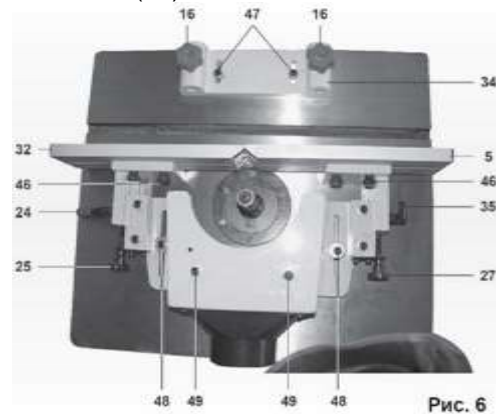

Рис. 6
8.3.3. На корпусе узла направляющих планок (50) установите и закрепите двумя винтами (49) подиум (21). На подиуме (21) установите и четырьмя винтами закрепите стойку (28), Рис. 6,7.
8.3.5. Прижимы (26) установите и винтами фиксации (16) закрепите в корпусе прижимов (34). Положение корпуса прижимов (34) закрепите винтами фиксации (47), Рис.6,7.
8.4.2. Выкрутите транспортировочные винты (48), на их место через шайбы установите винты фиксации (6 и 22) блока направляющей передней планки (50), Рис.6, 7.
9.1.2. Поверните ручки фиксации (24, 34) против часовой стрелки. Винтами (25, 27) установите переднюю и заднюю направляющие планки (5 и 32) в одной плоскости по касательной к окружности резания фрезы, Рис.6.
9.1.3. При сквозном (плоском и профильном) фрезеровании задняя направляющая планка (5) остаётся, как указано в п.9.1.2, а переднюю направляющую планку (32) установите параллельно задней направляющей планке (5), но со смещением к касательной окружности резания на величину состругиваемого слоя. Ручками фиксации (25 и 27) закрепите положение направляющих планок (5 и 32), Рис.6.
9.1.7. В зависимости от диаметра применяемой фрезы направляющие планки (5 и 32) необходимо сдвигать или раздвигать, положение направляющих планок (5 и 32) закрепляется фиксирующими гайками (46), Рис.6.